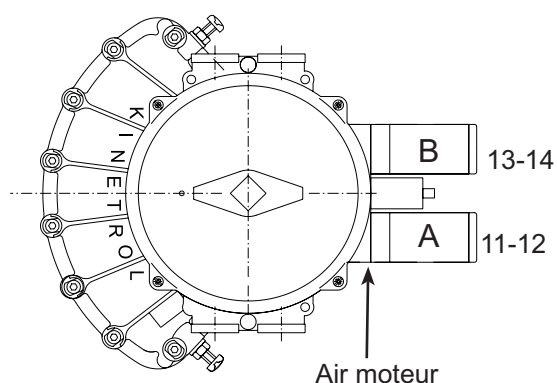

Figure 5
- Orientation des électrovannes : cf figure 5